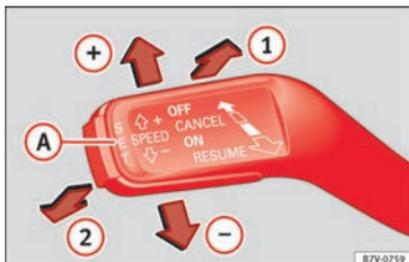

Fig. 46 À esquerda da coluna de direção: interruptor e comandos de utilização do GRA.
- Ligar o GRA: coloque a alavanca em **ON** ① »» Fig. 46. O sistema acende-se, mas não regula por não ter qualquer velocidade programada.
- Ativar o GRA: pressione o botão **SET** A »» Fig. 46. Memoriza e regula velocidade atual.
- Desligar o GRA temporariamente: mova a alavanca até **CANCEL** ② »» Fig. 46 e solte-a ou pressione o travão ou a embraiagem. A regulação é desativada temporariamente.
- Ligar novamente o GRA: mova o manípulo até **RESUME** ① »» Fig. 46 e solte-o. A velocidade memorizada é guardada e regulada novamente.
• Desligar o GRA: mova o manípulo até à posição **OFF** ② »» Fig. 46. Desliga-se o sistema e a velocidade memorizada apaga-se.